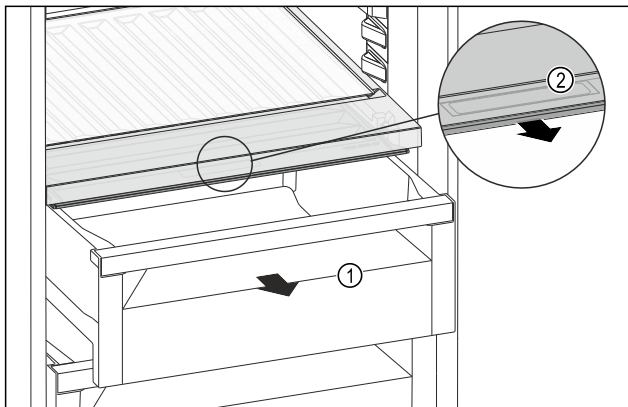

Fig. 86
- Schubfach Fig. 86 (1) herausziehen.
- Griffmulde Fig. 86 (2) am Fachdeckel anfassen und Fachdeckel gleichzeitig nach vorne ziehen.